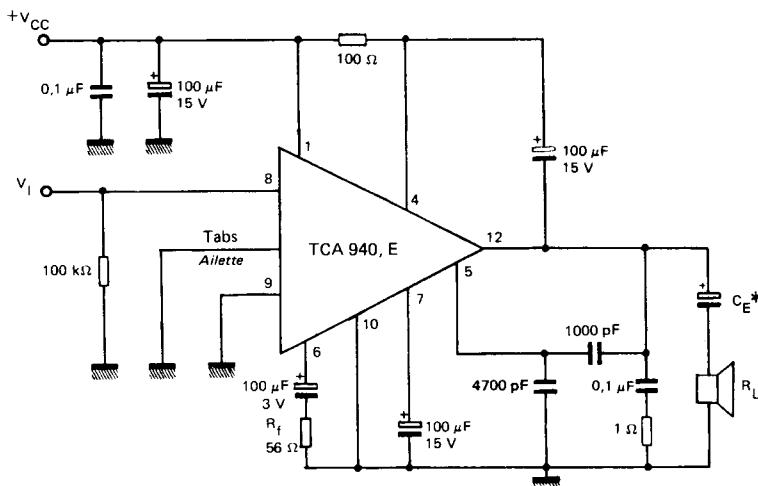

Figure 1
Note 1 : The characteristics above were obtained using the circuit shown in figure 1
*Mesuré dans les conditions de la figure 1*
*Mesuré dans les conditions de la Figure 1*